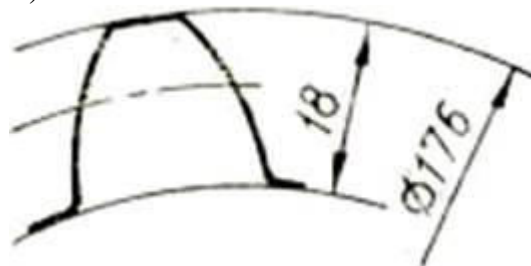

Рис.3
9. Сколько, зубьев имеет нормальное прямозубое зубчатое колесо с указанными размерами (рис. 3)? ((ПК-3)